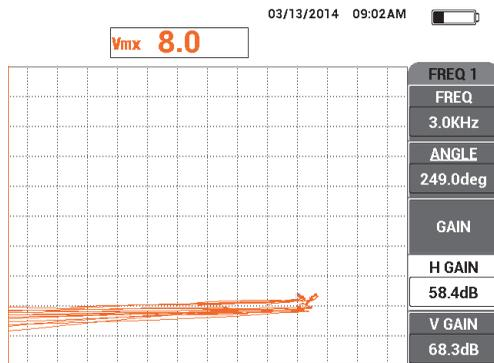

Рис. 5-107 Настройка Г УСИЛ для частоты 1
13. Приподнимите преобразователь и нажмите клавишу меню MAIN FILTER (✂), затем, аккуратно постукивая преобразователем по образцу в точке 1, уменьшите горизонтальное усиление **Г УСИЛ** (клавиша D) частоты 1, так чтобы сигнал отрыва канала **МИКШ.** был максимально горизонтален (см. Рис. 5-107 на стр. 216).